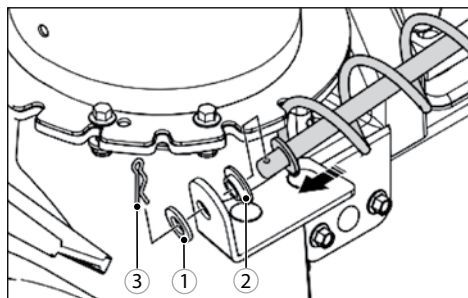

Рис. 16
3. Установите ручку поворота желоба с помощью стопорного кольца 1, посадочной втулки 2 и шпильки 3 (рис. 16).
Вращая рукоятки изменения направления выброса 1 (рис. 16) или рукоятку поворота щетки 4 (рис. 1а), установите желаемое направление щетки/выброса снега.